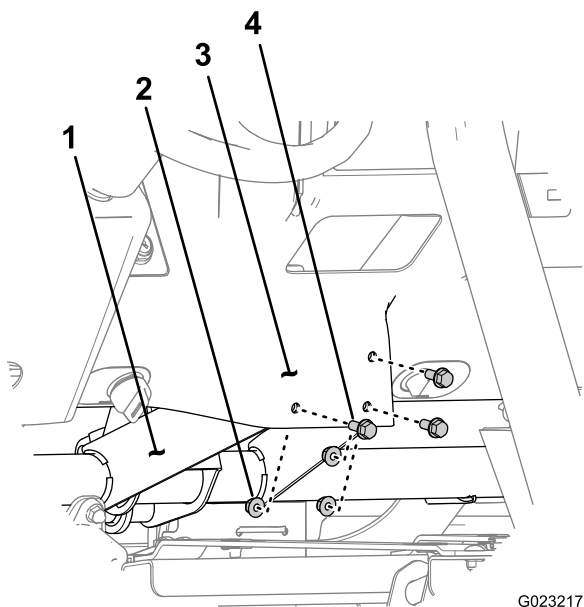

Bild 16
1. Entfernen Sie die drei Bundbolzen und drei Bundmuttern, mit denen das Armaturenbrett unten in der Mitte der Armaturenbrett-Stützhalterung befestigt ist (Bild 16).